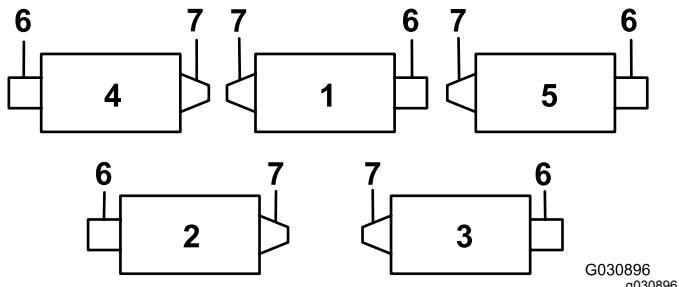

Bild 7
**Wichtig:** Montieren Sie an den Schneideeinheiten Nr. 4 (vorne links) und Nr. 5 (vorne rechts) die Schlauchführungen mit den Befestigungsmuttern der Stangenhalterung vorne an den Schneideeinheitnasen (Bild 7 und Bild 8). Die Schlauchführungen sollten sich zur mittleren Schneideeinheit neigen (Bild 8 und Bild 9).